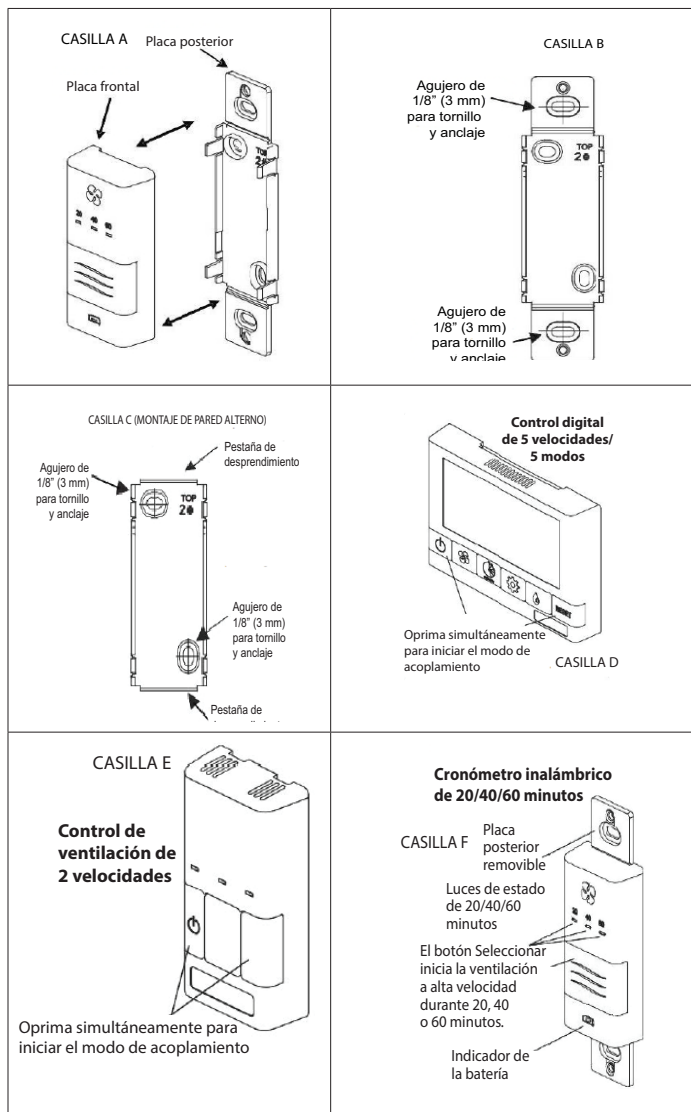

Figura 34. Instalación del cronómetro inalámbrico
- Acoplamiento del **cronómetro inalámbrico de 20/40/60 minutos con el control digital de 5 velocidades/5 modos:** Oprima los botones izquierdo y derecho simultáneamente en el control de pared principal (los botones  y  y RESET [REINICIALIZAR]). La pantalla quedará en blanco y el símbolo inalámbrico  aparece parpadeante en la esquina inferior derecha de la pantalla. Esto indica que el control principal ahora está en modo de acoplamiento (Figura 34, Casilla D).
- Acoplamiento del **cronómetro inalámbrico de 20/40/60 minutos con el control del deshumidificador/ventilación de montaje de pared:** Oprima los botones izquierdo y derecho simultáneamente en el control de pared principal (botones  y  y ya sea  o  , dependiendo del control principal). La hilera inferior de tres LED comenzará a parpadear. Esto indica que el control principal ahora está en modo de acoplamiento (Figura 34, Casilla E).
1. Separe con fuerza la placa frontal de la placa trasera (Figura 34, Casilla A).
2. Para montar el control sin una placa decorativa, desprendas las pestañas superior e inferior y consulte la Figura 34, Casilla C para el montaje.
3. Coloque la placa trasera del control en la ubicación deseada en la pared y marque con un lápiz los agujeros superior e inferior para los tornillos (Figura 34, Casilla B o C). Taladre dos agujeros de 1/8 pulg. (3 mm).
4. Instale la placa trasera en la pared con los dos tornillos y anclajes suministrados. 5. Conecte la placa frontal a la placa trasera (Figura 34, Casilla A).